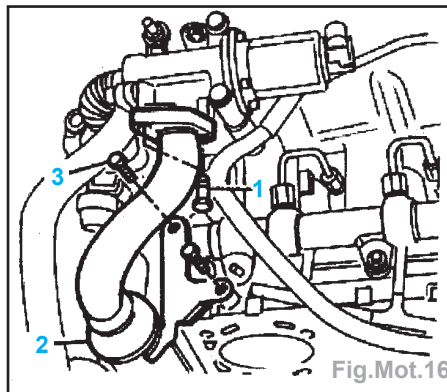

Fig.Mot.16
- le tube (2) avec son support (Fig.Mot.16),